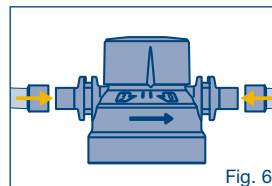

Fig. 6
3. montez et raccordez les tuyaux/adaptateurs à la tête de filtrage (en respectant les coudes des tuyaux) (voir Fig.6)